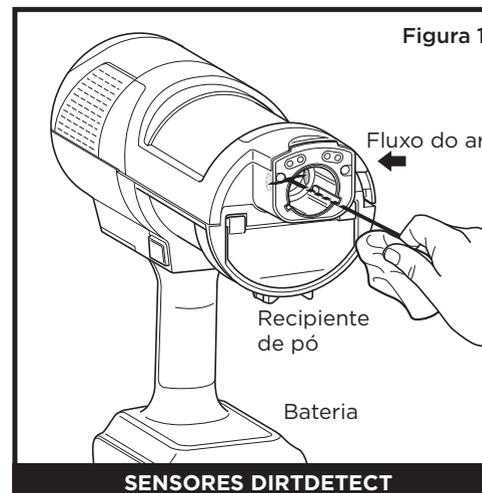
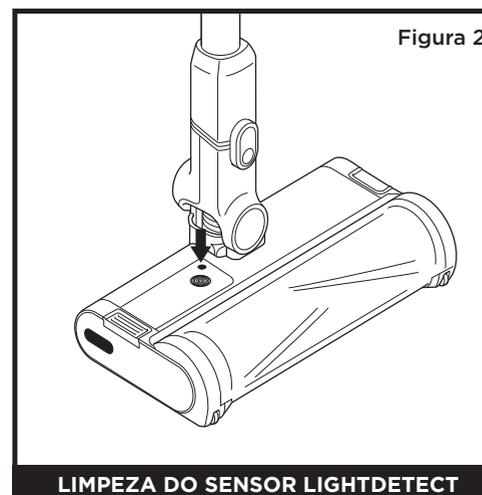

Figura 1
Figura 2
2. Localize o sensor DirtDetect no bocal do aspirador portátil (Figura 1), o sensor LightDetect™ na parte superior do bocal (Figura 2) e o sensor EdgeDetect na lateral do bocal (Figura 3).